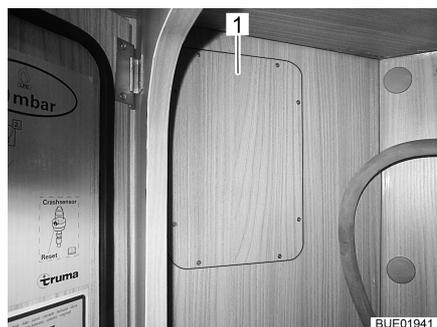
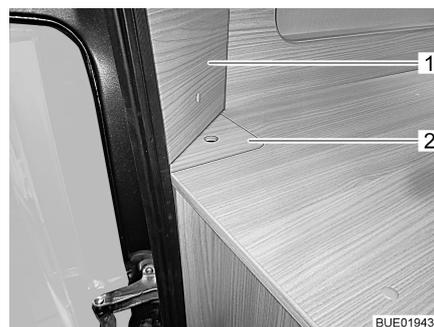

Fig. 82 Accesso a luci posteriori, sinistra (600)
Fig. 83 Accesso a luci posteriori, sinistra (640)
*Sostituzione lampada ad incandescenza sinistra (600):*
- Rimuovere la copertura (Fig. 82,1). La copertura è fissata mediante viti a croce. La copertura si trova nel vano portabombole.
*Sostituzione lampada ad incandescenza sinistra (640):*
- Rimuovere la copertura (Fig. 83,1). La copertura è fissata mediante viti a croce.
- Afferrare la copertura (Fig. 83,2) dall'apposito foro e tirare.